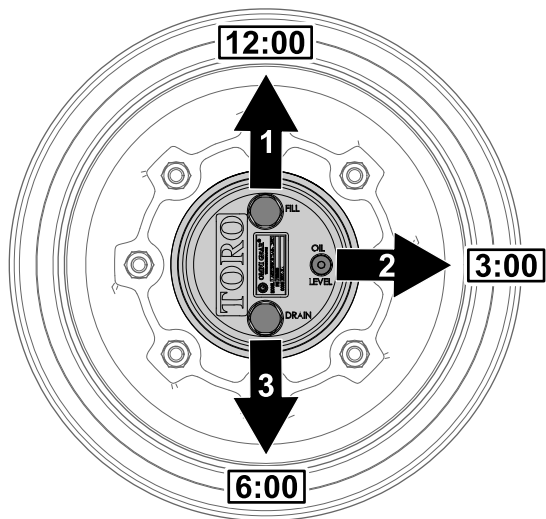

図 65
1. 水平な床面で、補給プラグが時計の 12 時の位置、点検プラグが 3 時、ドレンプラグが 6 時の位置を指すように駐車する 図 65。
2. 3 時の位置にある点検プラグを外す 図 65。
1. 水平な床面で、補給プラグが時計の 12 時の位置、点検プラグが 3 時、ドレンプラグが 6 時の位置を指すように駐車する 図 65 **プラネタリギアオイルの点検 (ページ 56)**を参照。